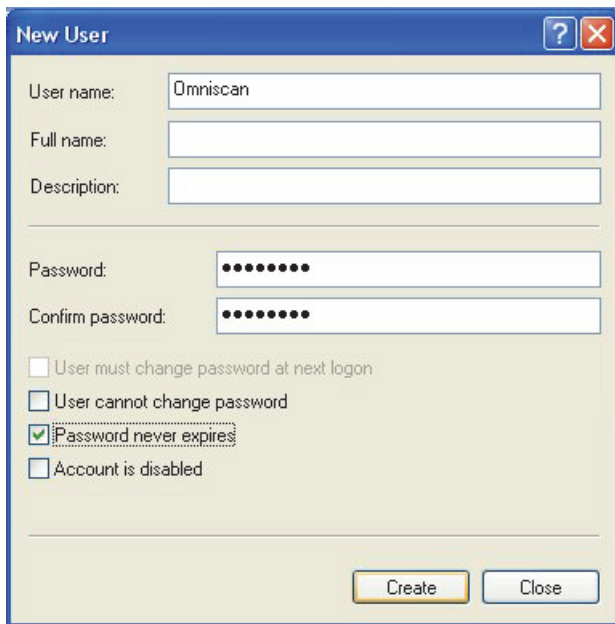

图 7-12 新用户对话框（Windows XP）
5. 在 **New User**（新用户）对话框的 **User name**（用户名）文本框中，输入 **Omniscan**，注意大小写（参见第 201 页的图 7-12）。